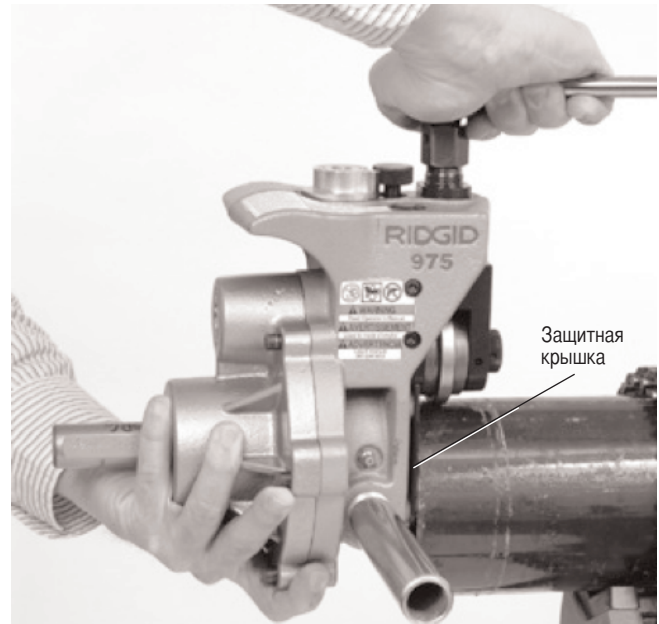

Рисунок 14 – Поддержка устройства для накатки желобков при затягивании подающего винта
3. Надежно возьмитесь за устройство для накатки желобков. Не поднимайте его трещоточным ключом. Поместите приводной вал внутри трубы и убедитесь, что крышка устройства плотно прилегает к краю трубы (Рисунок 14). Затяните подающий винт, чтобы обеспечить контакт рабочего ролика с внешней стороной трубы. После затягивания подающего винта вручную затяните его трещоточным ключом еще на 1/4 оборота. Убедитесь, что устройство для накатки желобков правильно установлено на трубе и его крышка находится вровень с краем трубы. В противном случае заново повторите эту процедуру. Всегда проверяйте, безопасно ли установлено устройство для накатки желобков, чтобы оно не упало.